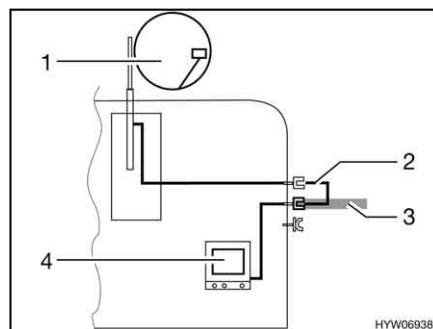

Fig. 150 TV en el vehículo
- TV en el vehículo (Fig. 150,4): Conexión a la antena del techo (Fig. 150,1) con el cable de conexión (Fig. 150,2)
- TV en el vehículo (Fig. 150,4): Conexión a antena externa (Fig. 150,3)